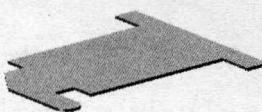
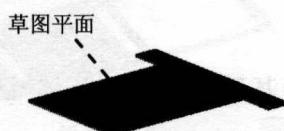
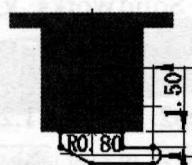

图 1.5 薄片
图 1.6 草图平面
图 1.7 横断面草图 2
Step3. 创建图 1.5 所示的钣金特征——薄片。选择下拉菜单 **插入(I) → 钣金(H)** → **薄片(S)** 命令 (或单击“钣金”工具栏上的“基体法兰/薄片”按钮); 选取图 1.6 所示的模型表面作为草图平面, 在草绘环境中绘制图 1.7 所示的横断面草图, 选择下拉菜单 **插入(I) → 退出草图** 命令, 退出草绘环境, 此时系统自动生成薄片。